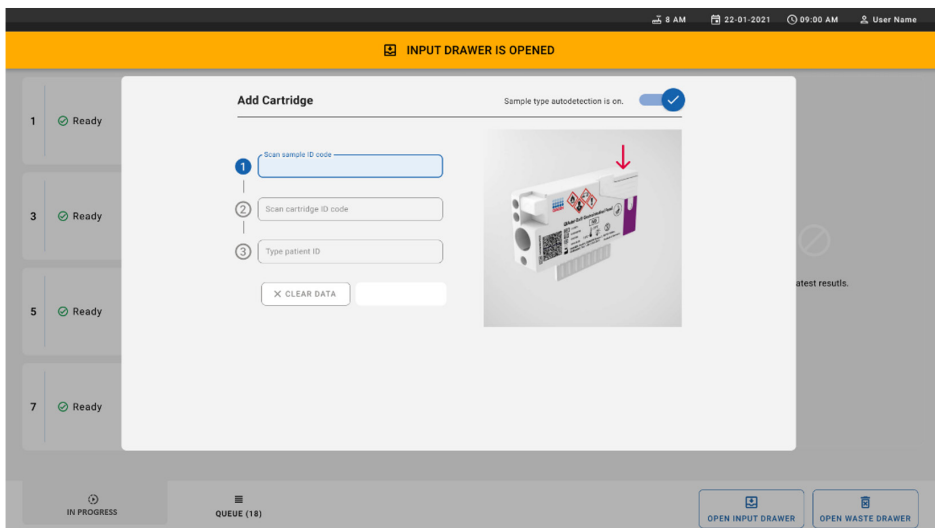

Figura 26. Tela Add cartridge (Adicionar cartucho).
11. Coloque o cartucho na gaveta de entrada. Certifique-se de que o cartucho seja inserido corretamente na bandeja (Figura 26).